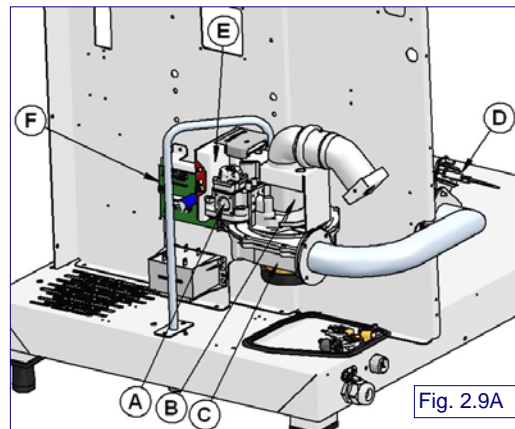

Fig. 2.9A
- 3 Calibrar la velocidad del electroventilador (C) de (Fig. 2.9A-B), según las siguientes modalidades: